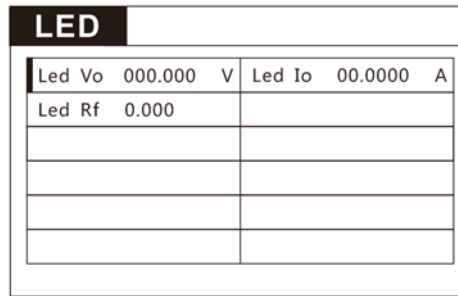

图 3.26 LED 模式设置界面图
- 1) 按 **MODE** 键进入模式选择页面, 按上下键选择 LED, 按 **ENTER** 键进入 LED 测试界面图 3.26。
- 2) 在 LED 界面下, 按 **SET** 键进入设置界面如图 3.26。设置  $V_o=34.4V$ ,  $I_o=0.35A$ ,  $R_f=0.173$ 。  $R_f$  计算如下: